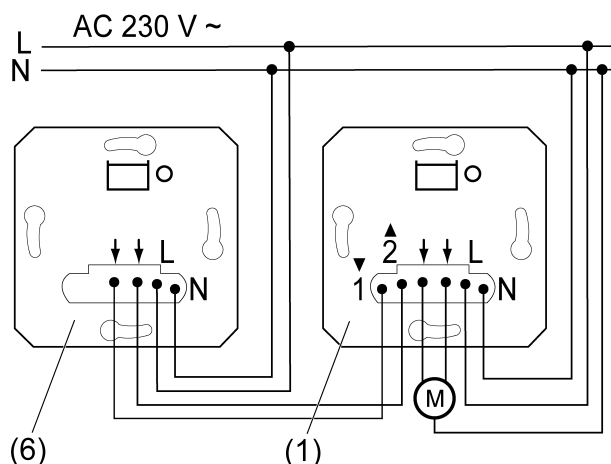
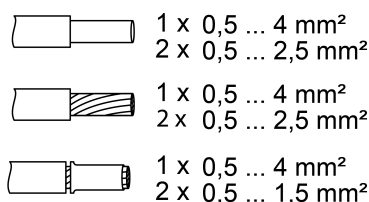

Imagen 2: Utilización con estación auxiliar
Imagen 3: Sección de línea enchufable
- Conectar el mecanismo de control de persiana (1) (Imagen 2). Tenga en cuenta las secciones de cable conectables por apriete (Imagen 3). Opcional: conexión de una estación auxiliar (6). Como estación auxiliar puede utilizarse también, en lugar del controlador de persianas integrado, un pulsador de persiana mecánico o un interruptor de persiana.